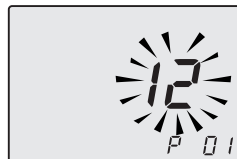

Figura 5.33
- Utilizzando i tasti 12 o 13 è possibile modificare il valore del parametro 01 (Figura 5.33).